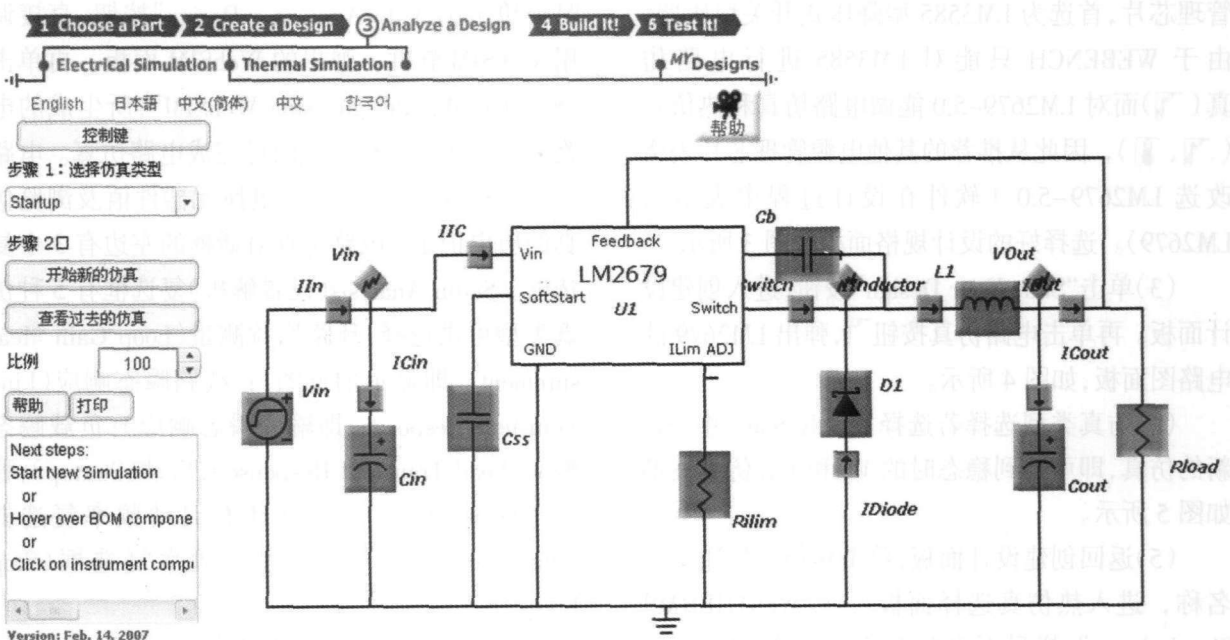

图 4 LM2679 的电路图面板
(3) 单击“Start Your Design”按钮,进入创建设计面板。再单击电路仿真按钮 ,弹出 LM2679 的电路图面板,如图 4 所示。